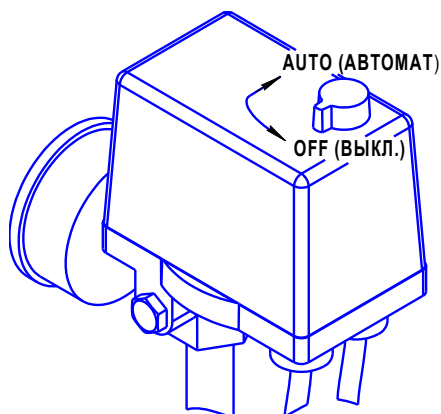

Рисунок 3
- 1 Проверьте, чтобы выключатель на прессостате находился в выключенном положении "OFF" (см. рисунок 3).
Для пуска компрессоров СБ4/С-50.LB30, СБ4/С-100.LB30, СБ4/С-100.LB30В после срабатывания защиты выполните следующие действия: после того, как двигатель остынет до допустимой температуры переключите выключатель на прессостате в положение "OFF" (см. рисунок 3), а затем включите компрессор переключив выключатель в положение "АUTO".